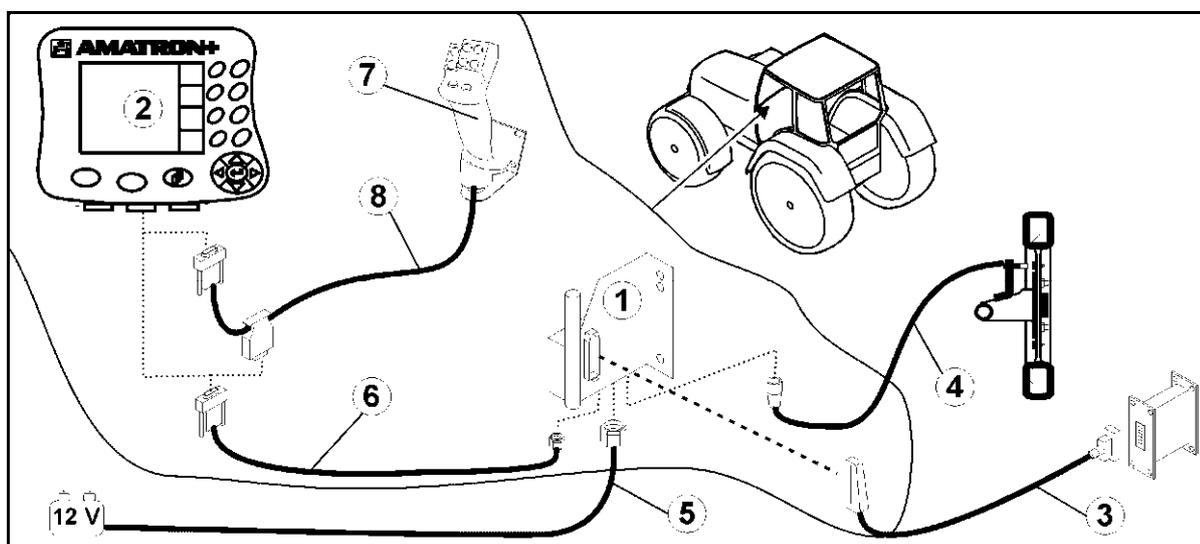
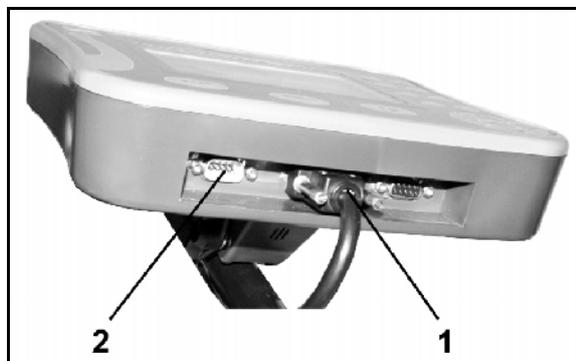

Fig. 1
Fig. 2
- L'équipement de base électrique du tracteur (Fig. 1/1, console et répartiteur) doit être monté dans le champ de vision du conducteur et à sa portée, sur sa droite. Il doit être protégé des vibrations et relié à la masse au niveau de la cabine.
- Câble de connexion à la batterie (Fig. 1/5).
- Câble signal pour la prise de signaux informatiques du tracteur ou capteur d'avancement (Fig. 1/4).
- Câble de liaison au boîtier électronique AMATRON⁺ (Fig. 1/6).
- Branchez le boîtier AMATRON⁺ (Fig. 1/2) sur l'équipement de base du tracteur.
- Branchez le connecteur du câble de connexion (Fig. 1/6) sur la fiche Sub-D 9 pôles centrale (Fig. 2/1).
- Branchez l'AMATRON⁺ sur la machine à l'aide de la prise de connexion à la machine (Fig. 1/3).
La poignée multifonctions (Fig. 1/7) se branche sur le boîtier à l'aide d'un câble en Y (Fig. 1/8).
- L'interface série (Fig. 2/2) permet le branchement d'un assistant personnel (PDA).